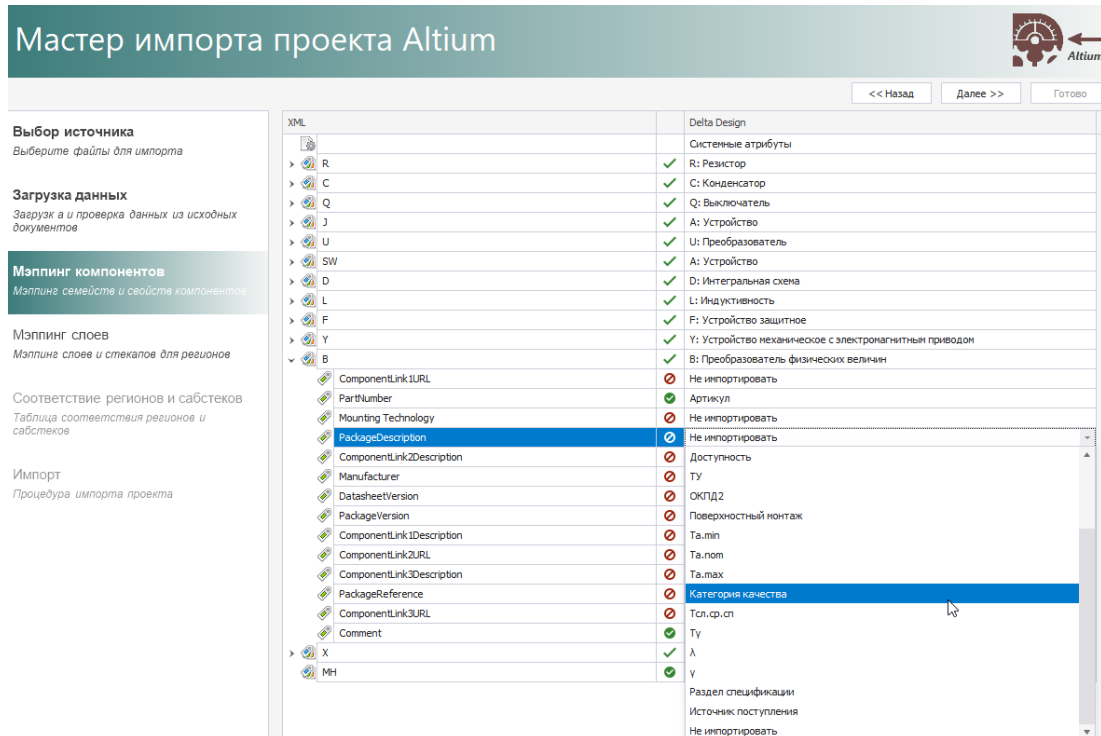

Рис. 13 Сопоставление атрибутов
3. В таблице соответствия атрибутов импортируемых компонентов выполните сопоставление для импортируемых компонентов, задав им соответствующие системные атрибуты (при наличии), см. Рис. 13.